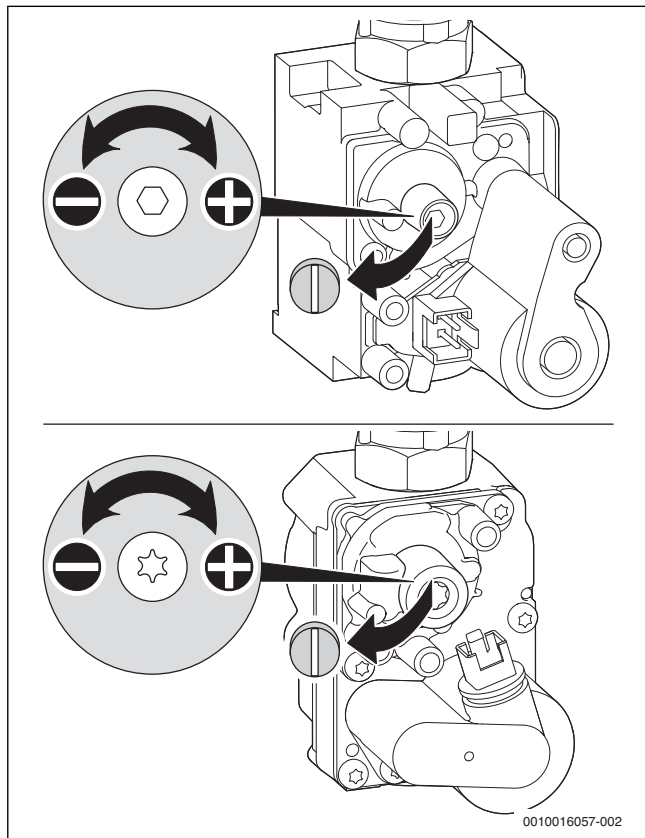

Fig. 37 Înlăturarea sigiliului de la șurubul de reglaj
- Dacă valoarea se află între $-0,11$ și $-0,21$ mbar, reglați presiunea diferențială conform reprezentării de mai jos (→ Fig. 37).